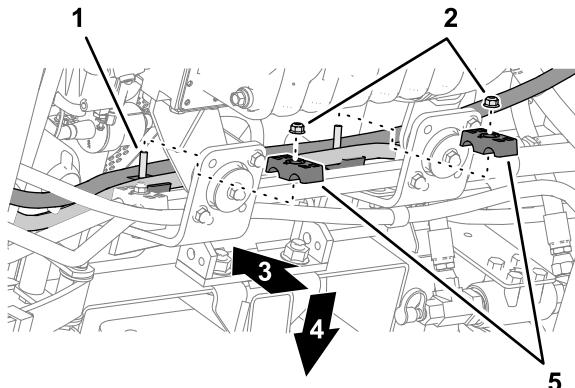

Figura 65
3. Remova as 2 porcas de bloqueio flangeadas (5/16) que prendem as 2 metades superiores das braçadeiras dos tubos, como se mostra na Figura 65, e remova as metades das braçadeiras.